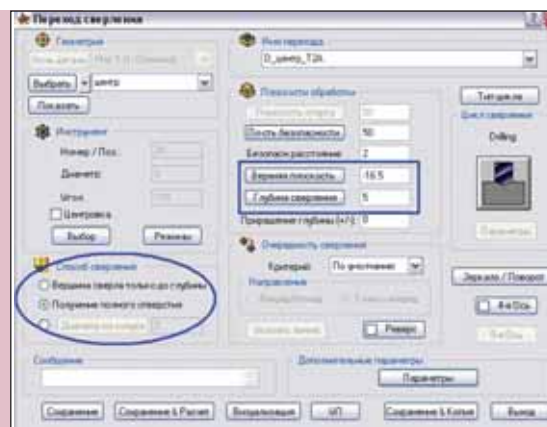

Рис. 5
**Шаг 5.** Задание глубины сверления определяется значениями параметров *Верхняя плоскость* и *Глубина сверления*. Для задания этих значений можно использовать динамический способ, выбирая геометрический элемент (вершину, ребро, грань) непосредственно на модели детали. Однако, как вы понимаете, такие возможности доступны только при обработке 3D-модели! В нашем же случае приходится использовать либо данные с чертежа, либо сервисные возможности Autodesk Inventor для расчета необходимых значений (рис. 5).